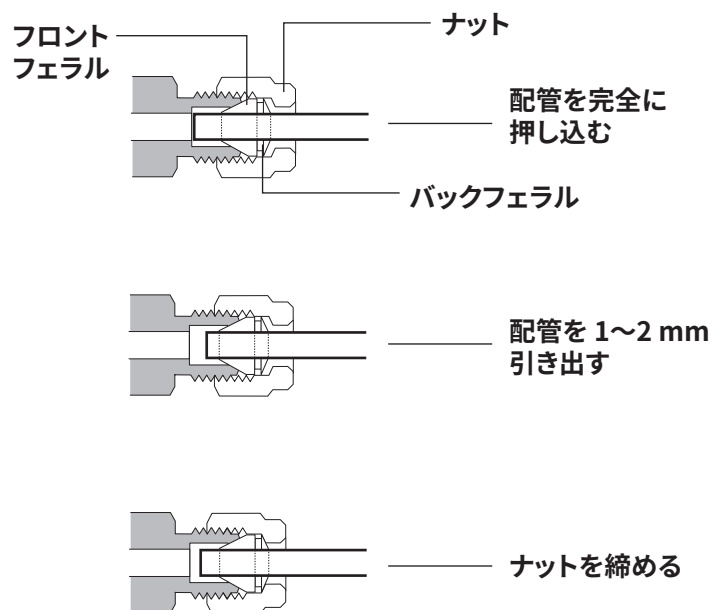

図 15. 配管を挿入する
- 4 チューブを完全にプラグに押し込んでから、約 1 ～ 2 mm 引き出します。図 15 を参照してください。